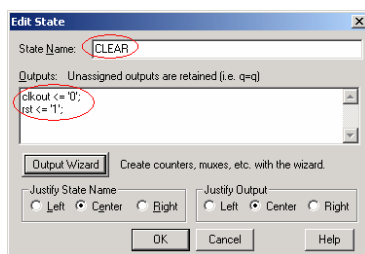

图9-28 状态编辑窗
- (2) 单击 **OK** 按钮确认逻辑向导添加的状态输出逻辑，回到状态编辑窗，看到输出逻辑 “clkout= ‘ 0 ’, rst= ‘ 1 ’” 已经添加到状态 “CLEAR” 中。将阻塞赋值符号 “=” 修改为非阻塞赋值符号 “<=”，更改输出逻辑为 “clkout<= ‘ 0 ’, rst<= ‘ 1 ’”，如图 9-28 所示。